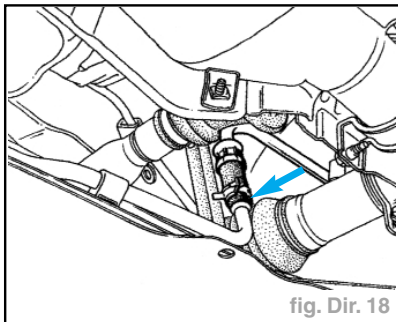

fig. Dir. 18
- le raccord souple du tuyau de basse pression (fig. Dir. 18).